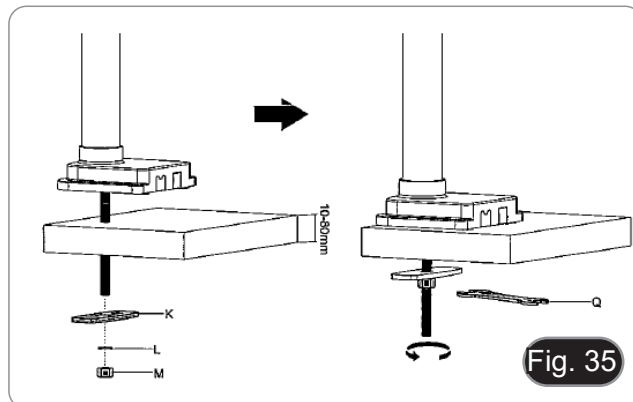

Fig. 35
6. Insérer la vis (I) dans le trou de la table.
7. Fixez l'ensemble à l'aide de la plaque de fixation (K), de la rondelle (L) et de l'écrou (M).
8. Serrez l'écrou à l'aide de la clé (Q). (Fig. 35)